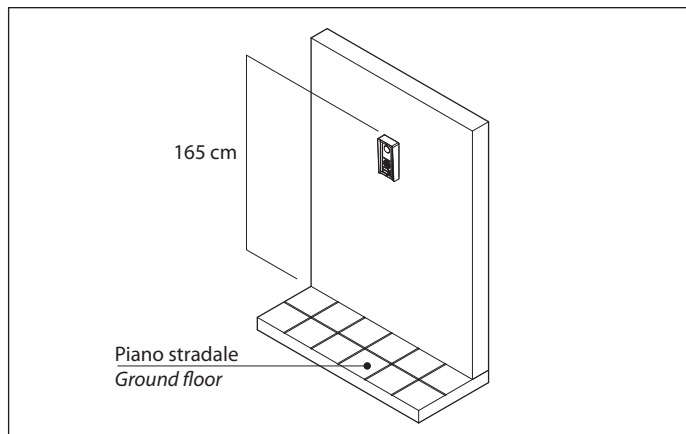

Fig. 1
Murare la scatola da incasso (S) lasciando 165cm dalla parte superiore al piano stradale (Fig. 1).
Set in back box (S) at 165 cm from ground level (Fig. 1).
Fissare la scatola a parete mantenendo una distanza di 165cm tra il piano stradale e la parte superiore della scatola (Fig.1). Procedere analogamente a quanto sopra descritto per completare il montaggio.
Fix the surface box on the wall keeping a distance of 165 cm between the top of the box and the ground (Fig.1).